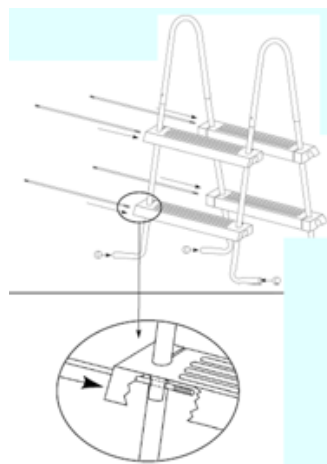

Abb. 20
- Schieben Sie nun bei allen vier Stufen jeweils eine Stufenstange (Teil 19) durch das jeweilige Loch im Leiterbein, unter der Stufe zum gegenüberliegenden Loch des anderen Leiterbeines. (**Abb. 20**). Stecken Sie jeweils eine Kunststoffkappe (Teil 17) auf jedes Leiterbein.